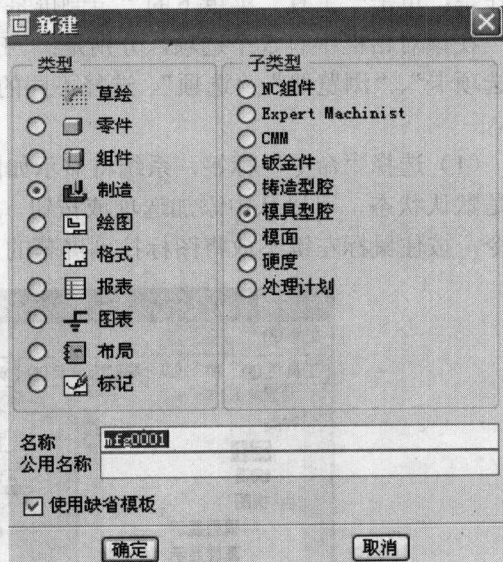

图 1-6 模具模块对话框
(1) 单击新建图标，系统弹出“新建”对话框，如图 1-6 所示。在“类型”栏中选中“制造”，子类型中选择“模具型腔”单选按钮，然后在“名称”文本框中输入零件名称。